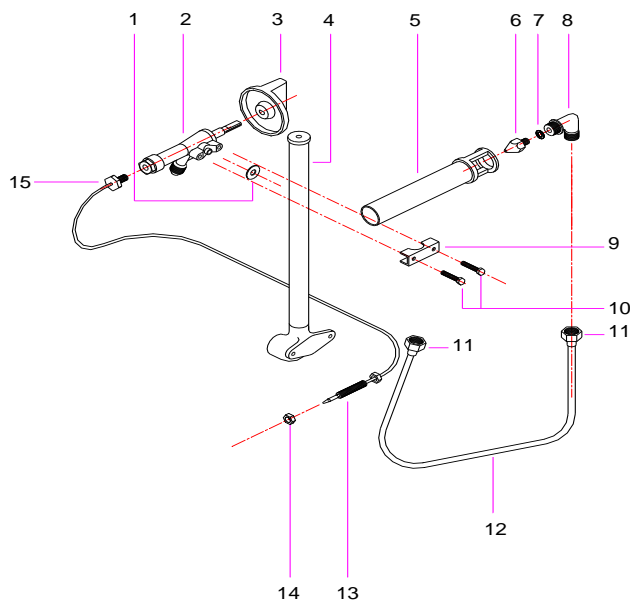

Fig. 7
- Retirez toutes les commandes (3) (ver fig.7) des robinets en tirant vers dehors.
- Dévissez complètement les écrous (11) et retirez le tube (12)
- Tirez en dehors du coude (8) et un ensemble formé par les pièces (5), (6) et (7) sortira.
- Dévissez le coude (8) de cet ensemble et changez en suivant l'injecteur (6) par celui qui conviendra au type de gaz dont la rôtissoire fonctionnera, le diamètre de l'injecteur est inscrit sur l'injecteur. N'oubliez pas de changer le joint (7) par un neuf.
- d) Retirez le tube (12) Fig 7 en retirant les écrous (11) de la valvule que vous voulez changer, démontez ensuite le thermocouple de la valvule en otant l'écrou (15).
- e) Desserrez entièrement les vis (10) qui près de la bride (9) fixent la valvule à la batterie.
- f) Procédez inversement à ce qui est expliqué dans les paragraphes précédents pour monter la nouvelle valvule et n'oubliez pas de changer le joint (1) par un neuf.
- d) Retirez les écrous (15) et (9) (Fig 7) du thermocouple que vous voulez changer et retirez le thermocouple.